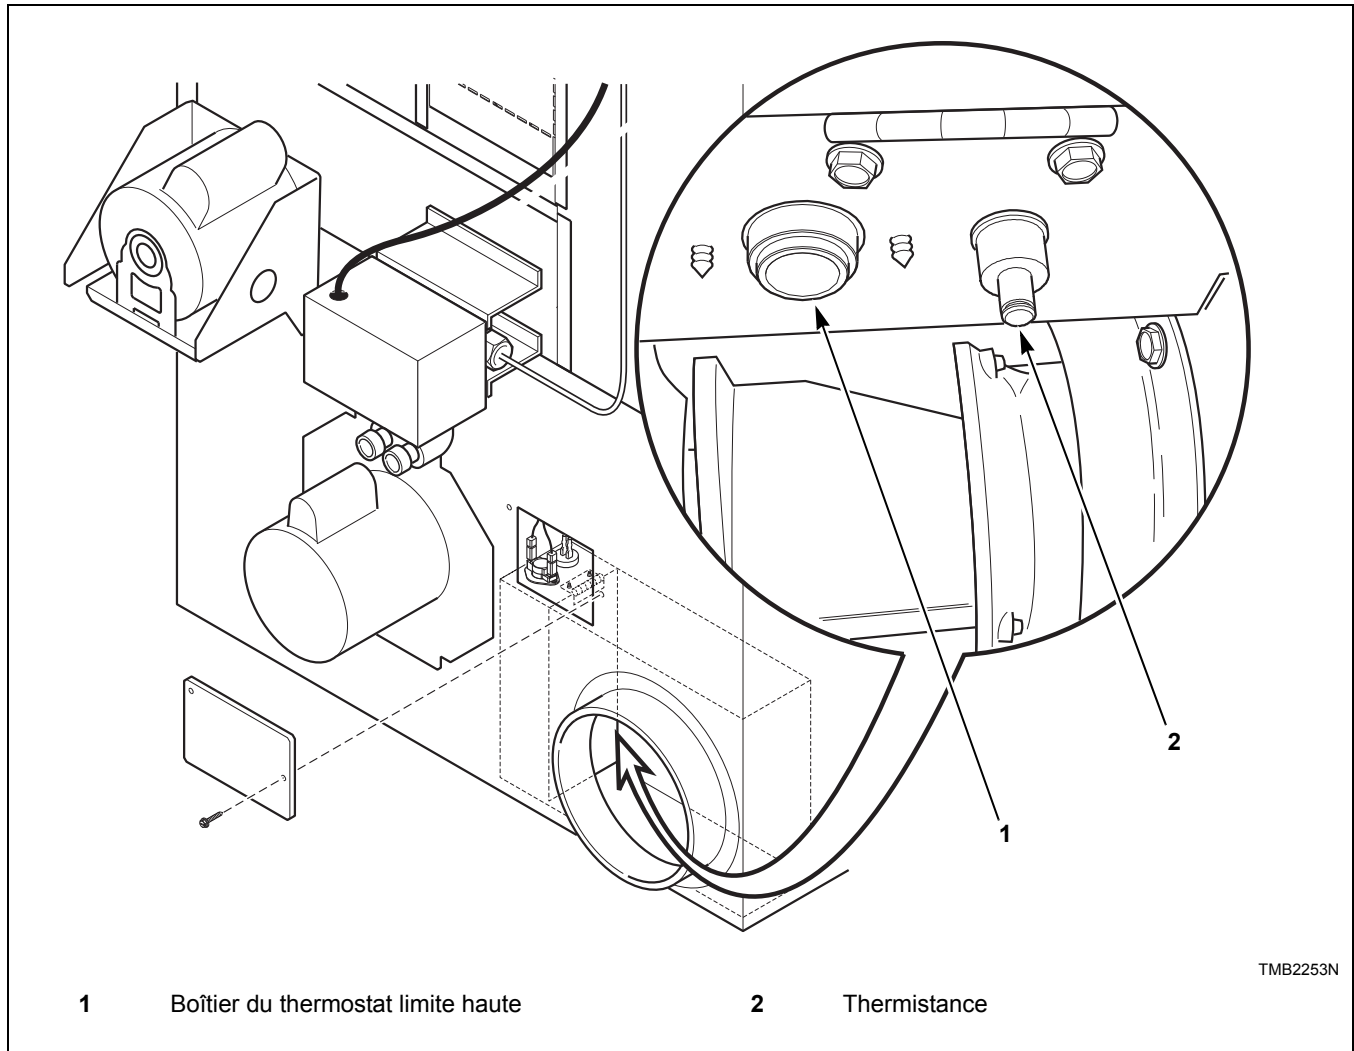

Figure 16
- e. Essuyer soigneusement la charpie accumulée sur le boîtier du thermostat limite haute et la thermistance. L'accumulation de charpie agit comme un isolant, provoquant la surchauffe de la machine. Se reporter à la *Figure 16*.